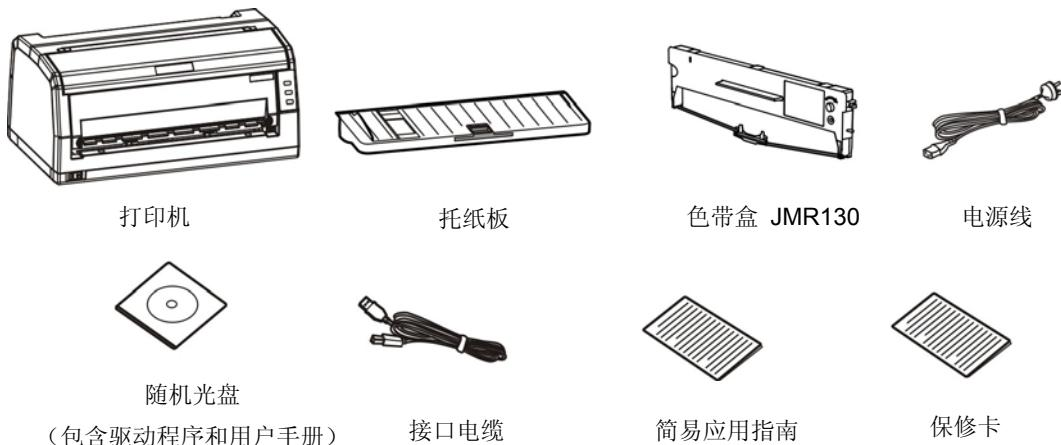

图 2-1 包装箱内打印机包装配件
在打印机包装箱内，应具有以下各项：(1) 打印机；(2) 托纸板；(3) 色带盒 JMR130；(4) 电源线；(5) 随机光盘；(6) 接口电缆；(7) 简易应用指南；(8) 保修卡（如图 2-1 所示）。如有遗漏，请向有关经销商联系。